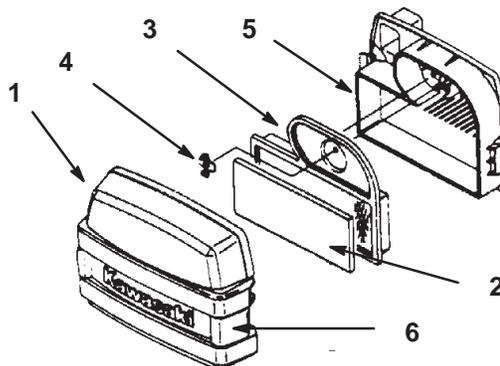

Figure 35
2. Nettoyez la surface autour du filtre à air pour éviter que des impuretés ne s'introduisent dans le moteur et l'endommagent. Dégagez les deux fixations latérales et déposez le couvercle du filtre à air (Fig. 35).
3. Sortez délicatement l'élément en mousse de l'élément en papier (Fig. 35).
4. Dévissez l'écrou à oreilles et retirez l'élément en papier (Fig. 35).